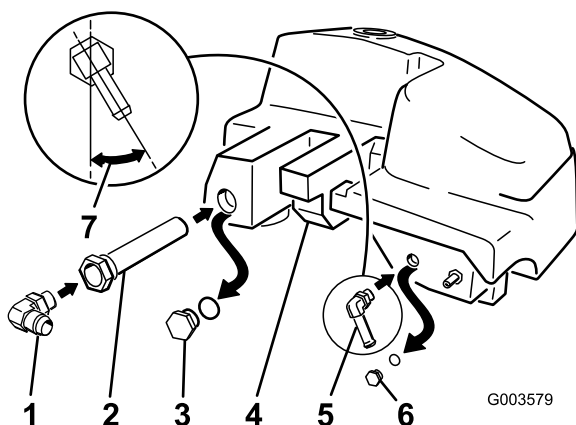

Figura 8
4. Montate il gomito piccolo a 90° con dentellatura, dove avete tolto il tappo piccolo (Figura 8).